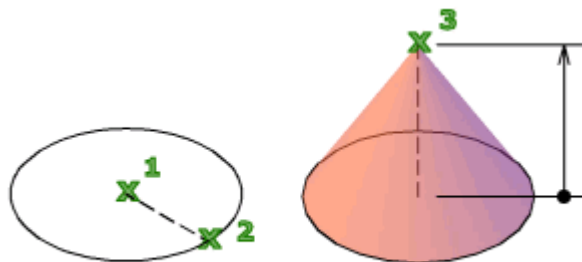

Рисунок 7.7 – 3D конус
Для створення моделі 3D конуса введіть **КОН (КОНУС)** у командному рядку або натисніть кнопку на панелі *Моделирование* → *Ящик* → *Конус* (рис. 7.7).
Конус будується за трьома параметрами: центральна точка (1), радіус (2) та висота (3) (рис. 7.7).